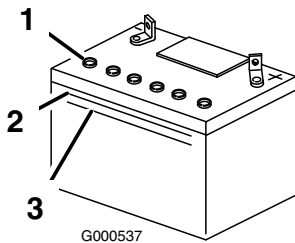

Figura 33
1. Mire hacia el lateral de la batería. El electrolito debe llegar a la línea **superior** (Figura 33). No permita que el electrolito esté por debajo de la línea inferior (Figura 33).
3. Retire los tapones de ventilación de la batería (Figura 33).
4. Vierta lentamente agua destilada en cada célula de la batería hasta que el nivel de electrolito llegue a la línea superior (Figura 33) de la caja de la batería.
5. Espere de cinco a diez minutos después de llenar las células de la batería. Añada agua destilada, si es necesario, hasta que el nivel de electrolito llegue a la línea superior (Figura 33) de la caja de la batería.